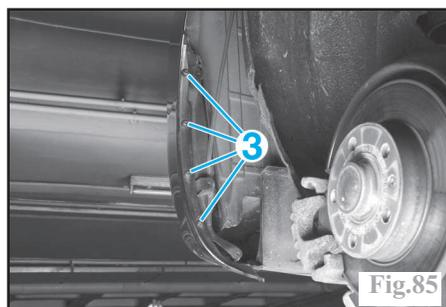

Fig.85
Déposer, de chaque côté, les vis de fixation (3) (Fig.85). Déposer le bouclier arrière.